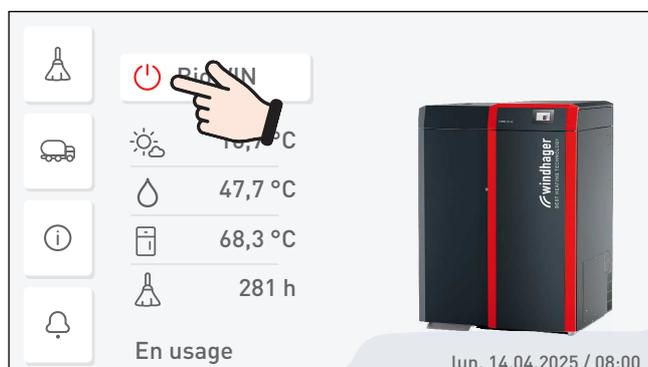

Fig. 45 Éteindre la chaudière à pellets
- ▶ Éteindre la chaudière à pellets en appuyant sur la touche MARCHE/ARRÊT sur InfoWIN Touch (Fig. 45 – voir aussi la notice d'utilisation d'InfoWIN Touch) et attendre que la phase d'extinction soit terminée (env. 20 min).